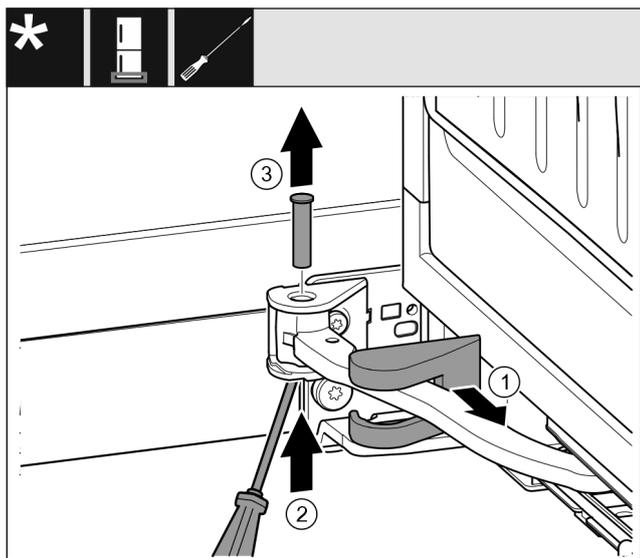

Fig. 16
- ▶ Rimuovere la copertura del blocco di supporto Fig. 16 (1) e spingerla lungo il giunto.
- ▶ Sollevare dal basso i perni Fig. 16 (2) con un cacciavite.
- ▶ Estrarre il perno Fig. 16 (3) dall'alto.